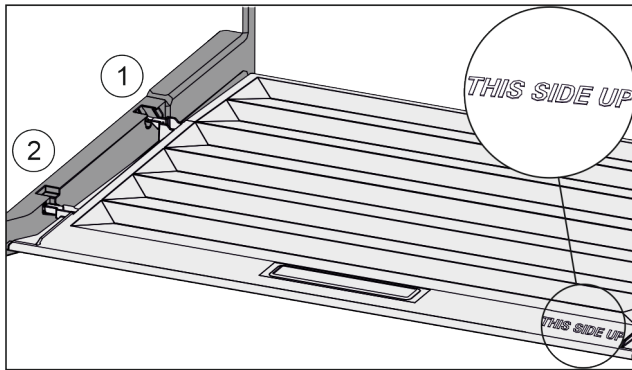

Fig. 34
- ▶ Introduzca los nervios de la tapa por la abertura del soporte trasero Fig. 34 (1) y encájelos por delante en el soporte Fig. 34 (2).